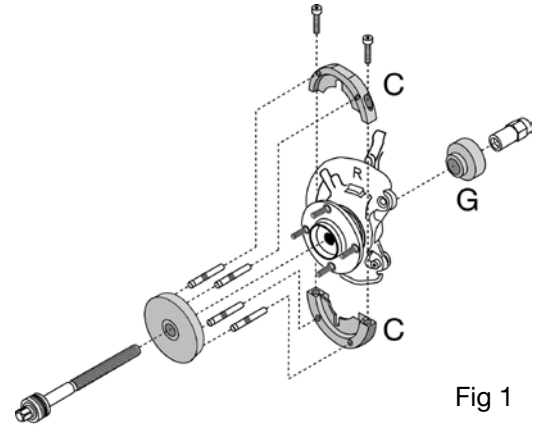
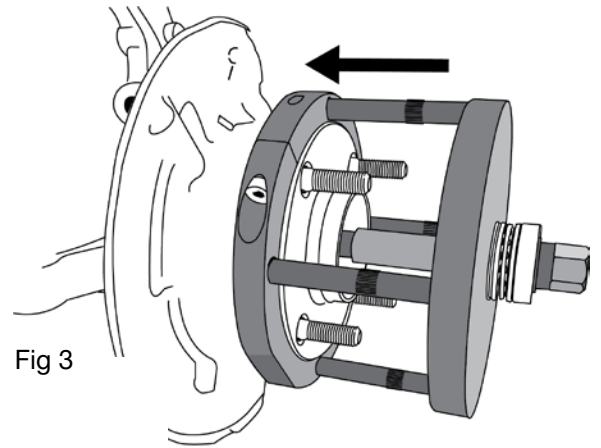

Fig 1
Fig 3
- Ponga la herramienta de crimpado de extracción (C) en el cojinete/brida; véase el esquema (Fig. 1), y fíjela con los tornillos de ajuste (D) suministrados.
- Coloque los cuatro pasadores de sujeción (E) en la placa de presión (B). La junta tórica de goma del pasador de sujeción lo fija en el casquillo de la placa de presión.
- Desde atrás, coloque el adaptador de extracción (G) sobre el extremo del tornillo de apriete. El extremo del anillo de cara al tornillo de apriete - consulte la Fig. 1.
- Fije la herramienta de montaje con la tuerca de apriete (F). El extremo largo roscado de la tuerca del tornillo de apriete hacia el tornillo de apriete - consulte la Fig. 1.
- Para retirar el rodamiento/brida, sujete la tuerca de apriete (F) con una llave de 30 mm mientras gira el tornillo de apriete con una llave de vaso de 22 mm en una llave de carraca. (No use herramientas neumáticas)
- Tal y como se indica en la Fig 3: Monte la herramienta de crimpado en la placa de presión/pasadores, y coloque el tornillo de apriete principal a través del ensamblaje de la placa de presión/pasador.
- Desde atrás, coloque el adaptador de inserción (I) sobre el extremo del tornillo de apriete de modo que se asiente en el borde exterior de la parte trasera del soporte del buje.
- Fije la herramienta ya montada con la tuerca de apriete (F). El extremo largo roscado de la tuerca del tornillo de apriete hacia el tornillo de apriete - consulte la Fig. 1.